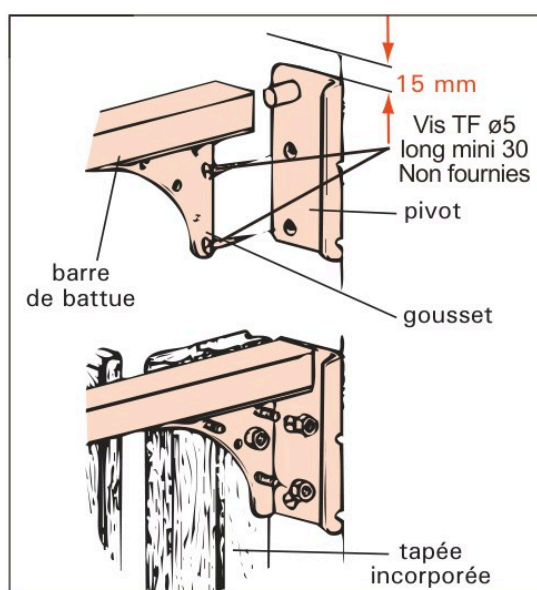

Figure 19 — Les tapées incorporées : le pivot à 15 mm sous le linteau, le gousset
Vis TF ø5, longueur mini 30, non fournies	Les butées de l'espagnolette, sur l'appui et sur la traverse haute de la menuiserie. Les gâches de serrure sur le cochonnet et sur le jet d'eau. Avec projection : les tapées métalliques dans le tableau ; sur tapées bois, les pivots et les fixations des bras ; avec les tapées incorporées, voir la figure 19.
- **Avec les tapées incorporées** (persiennes en PVC et en bois) : vissez le pivot de projection gauche sous le linteau, en respectant un jeu de **15 mm**. Engagez la traverse haute dans le pivot. Mettez le pivot droit dans la traverse, puis fixez-le au mur avec le même jeu. Fixez les tapées incorporées sur les goussets hauts et bas. La figure 19 montre l'emplacement des vis TF ø5, longueur mini 30, non fournies.